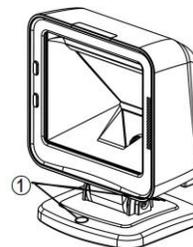

图 2-3
3. 如图 2-3 所示，如需将底座固定在桌面等平台上，可用螺丝刀将两塑胶塞（图中①处）从底部捅出，然后用合适的螺丝穿过预留的螺孔进行固定。